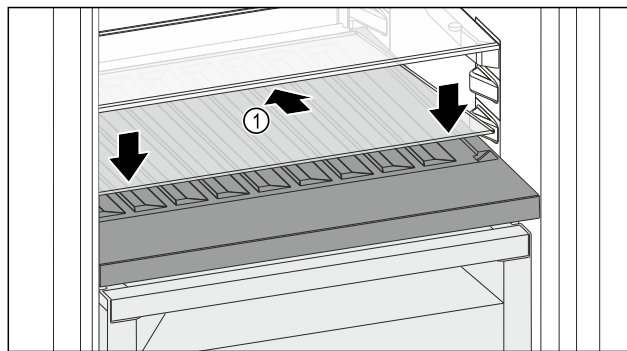

Fig. 167
- Sett på glassplaten Fig. 167 (1) skrått og vippet bakover nede.
- Senk glassplaten Fig. 167 (1) foran.